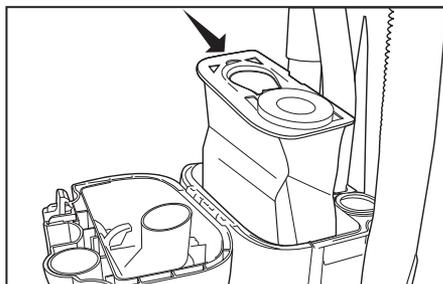

Fig. 3
- Retirez le sac à vide usagé en soulevant la bague et en tirant tout droit vers le haut (Fig. 3). Jetez le sac usagé.